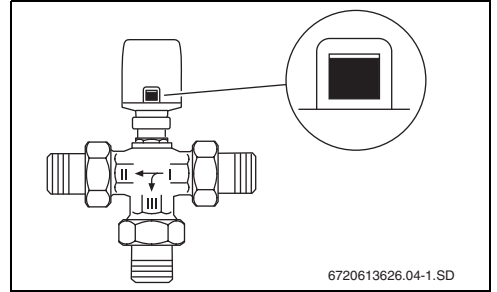

Fig. 37 Indicação de curso abastecida com corrente
- A indicação de curso está bem visível (→ Fig. 37).